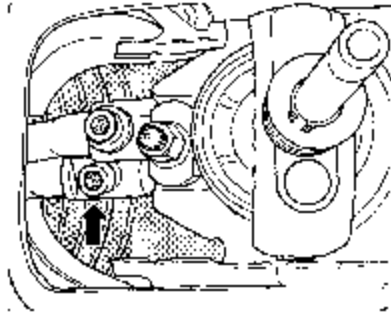
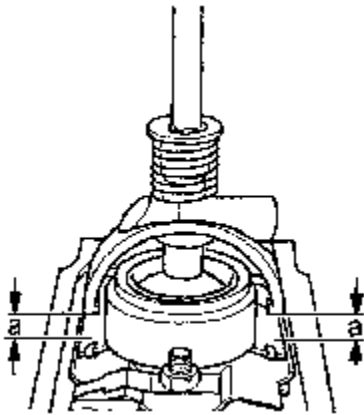

图 9-22 换挡杆螺栓
图 9-23 球形止动凸缘至球形壳体的距离
(3) 拧松换挡杆的螺栓（图 9-22 中箭头），在换挡杆/换挡操纵机构的连接灵活前提下对准换挡杆，并把它稍微向后放，此时，两个球形止动凸缘至球形壳体的尺寸 a 必须相等，如图 9-23 所示。然后拧紧换挡杆的螺栓。